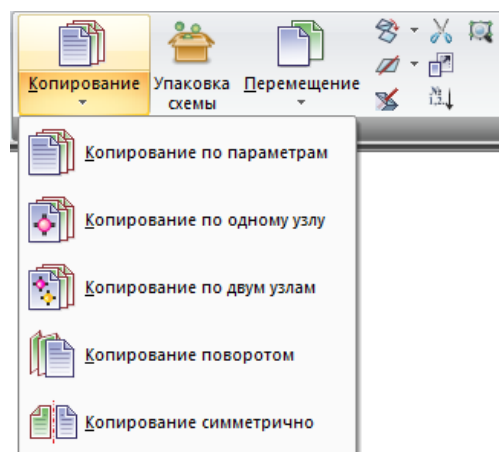

Рис. 27. Раскрывающийся список **Копирование**
**Копирование** (рис.27) – раскрывающийся список с заменой, содержащий операции копирования объектов одним из способов: